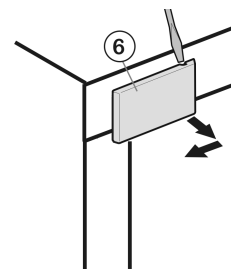

Fig. 13
- Détacher le cache côté poignée Fig. 13 (6) à l'aide d'un tournevis, puis le retirer en le tirant vers l'extérieur.